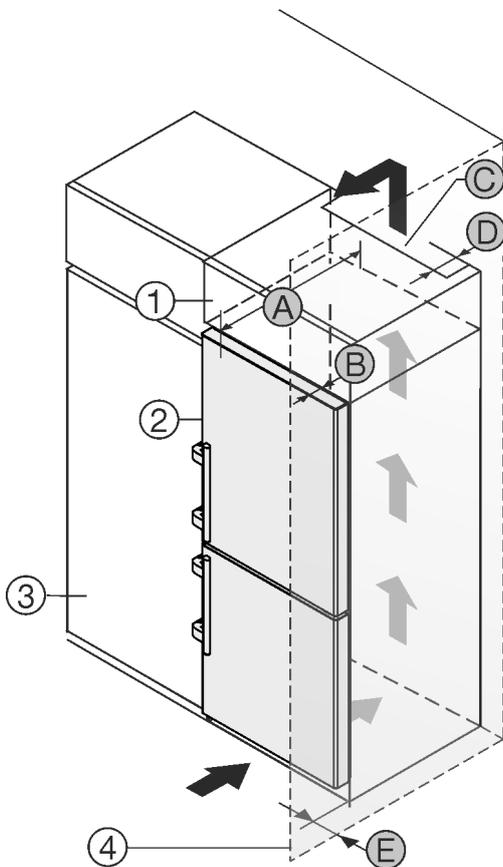

Fig. 26
L'apparecchio può essere incassato in mobili da cucina. Per adattare l'apparecchio Fig. 26 (2) all'altezza della cucina componibile, è possibile applicare sopra l'apparecchio un mobile da appoggio Fig. 26 (1).
L'apparecchio può essere installato direttamente accanto al mobile da cucina Fig. 26 (3). Per poter aprire completamente la porta, l'apparecchio deve sporgere almeno della profondità Fig. 26 (B) rispetto al frontale del mobile da cucina. L'apparecchio può sporgere ulteriormente a seconda della profondità dei mobili da cucina e dell'uso di distanziatori a parete.
- Sul retro del mobile da appoggio deve essere presente un vano di uscita dell'aria con la profondità Fig. 26 (D) sull'intera larghezza del mobile da appoggio.
- Sotto al soffitto del locale deve essere rispettata la sezione di ventilazione Fig. 26 (C).
Se l'apparecchio è installato con le cerniere accanto ad una parete Fig. 26 (4), deve essere rispettata la distanza Fig. 26 (E) tra apparecchio e parete, che corrisponde alla sporgenza della maniglia con la porta aperta.